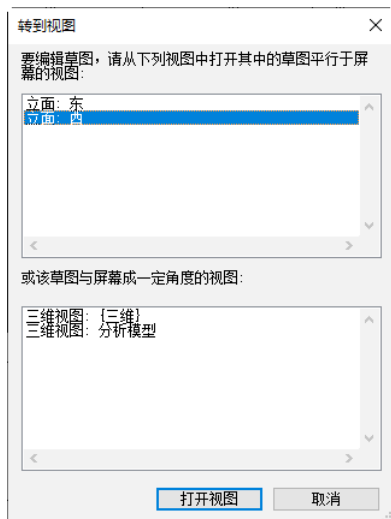

图 6-69 “转到视图”对话框
(12) 打开“转到视图”对话框, 选择“立面: 西”视图, 如图 6-69 所示, 单击“打开视图”